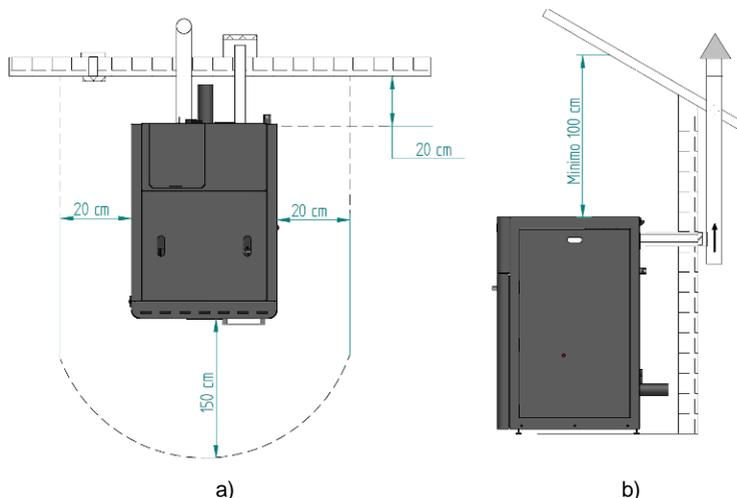

Figura 4 – Distanze minime di tutte le superfici: a) vista dall'alto dell'installazione della caldaia; b) vista laterale dell'installazione della caldaia
Nella figura 4 sono indicate le distanze minime tra la caldaia a *pellet* e le superfici particolarmente infiammabili.
- In conformità a quanto indicato nella figura 4, il tubo di scarico deve essere realizzato in modo da assicurare la pulizia e la manutenzione attraverso l'inserimento di punti d'ispezione.